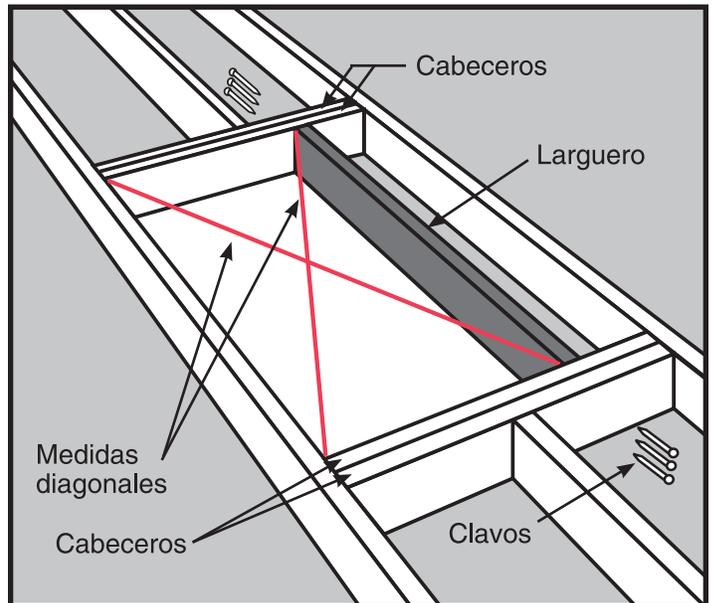

Figura 18
- PASO 4.** Posicione el (los) larguero(s) a lo largo del (de los) lado(s) no enmarcado(s) de su ubicación (vea la Figura 18). Verifique que las dimensiones internas del marco sean 57.1 cm (22-1/2”) x 137.1 cm (54”) (99210-001) .
- PASO 5.** Para unir el (los) larguero(s) a los cabeceros, utilice clavos de longitud suficiente para pasar a través de ambos cabeceros e insertarse en el larguero al menos 25.4 mm (1 pulgada). Ponga el (los) larguero(s) a escuadra con los cabeceros en un extremo, e inserte tres (3) clavos 16d en el larguero, a través de los cabeceros. Verifique la escuadra, y luego clave el otro extremo. Verifique que la abertura sin terminar esté a escuadra. Para ello, mida las diagonales. **Las dos medidas deben diferir en menos de 3.2 mm (1/8”) para que el conjunto se considere a escuadra** (vea la Figura 18).